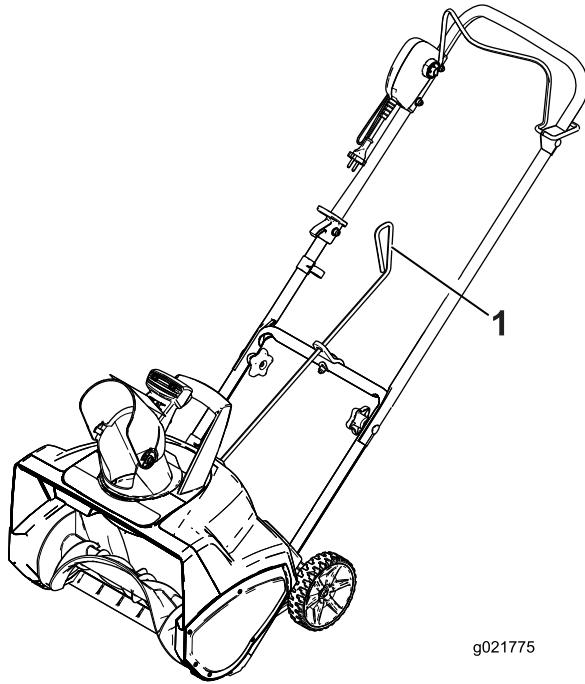
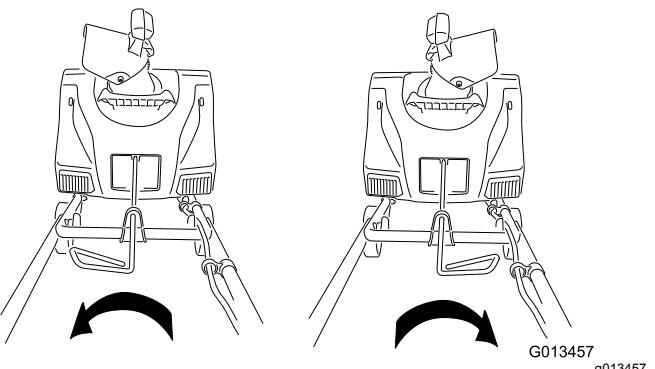

Figura 6
Figura 7
- Verificate che la stegola dell'asta di comando del camino sia rivolta verso l'alto (Figura 6) e inserite l'asta nel foro della chiavetta nella parte posteriore dell'alloggiamento.
- Spostate la stegola sull'asta di comando del camino per verificare che si sposti nella stessa direzione del camino stesso (Figura 7).
Per regolare il cammino di scarico, spostate la stegola sull'asta di comando del cammino nella stessa direzione in cui intendete orientare il getto di neve (Figura 6 e Figura 7).